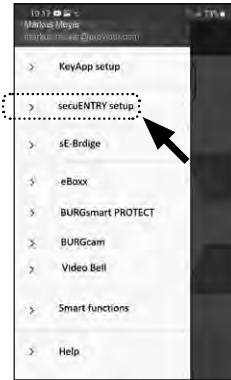

Abb. 61
- ② Tippen Sie den Menüpunkt „secuENTRY setup“ (Abb. 61) an.